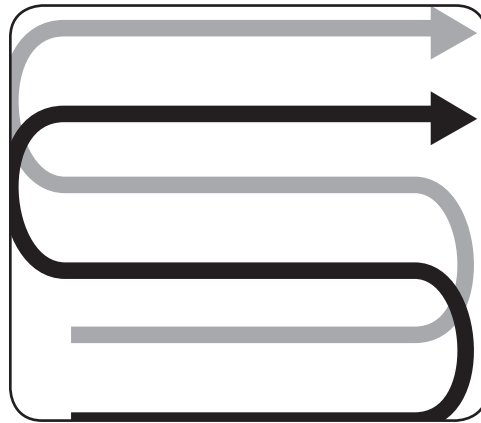

Figure 4-5
- Al preparar el lecho de siembra, recorra la misma senda dos veces en la primera hilera, luego traslape la mitad del ancho de la cultivadora en el resto de las pasadas. Vea la “Figure 4-5”.